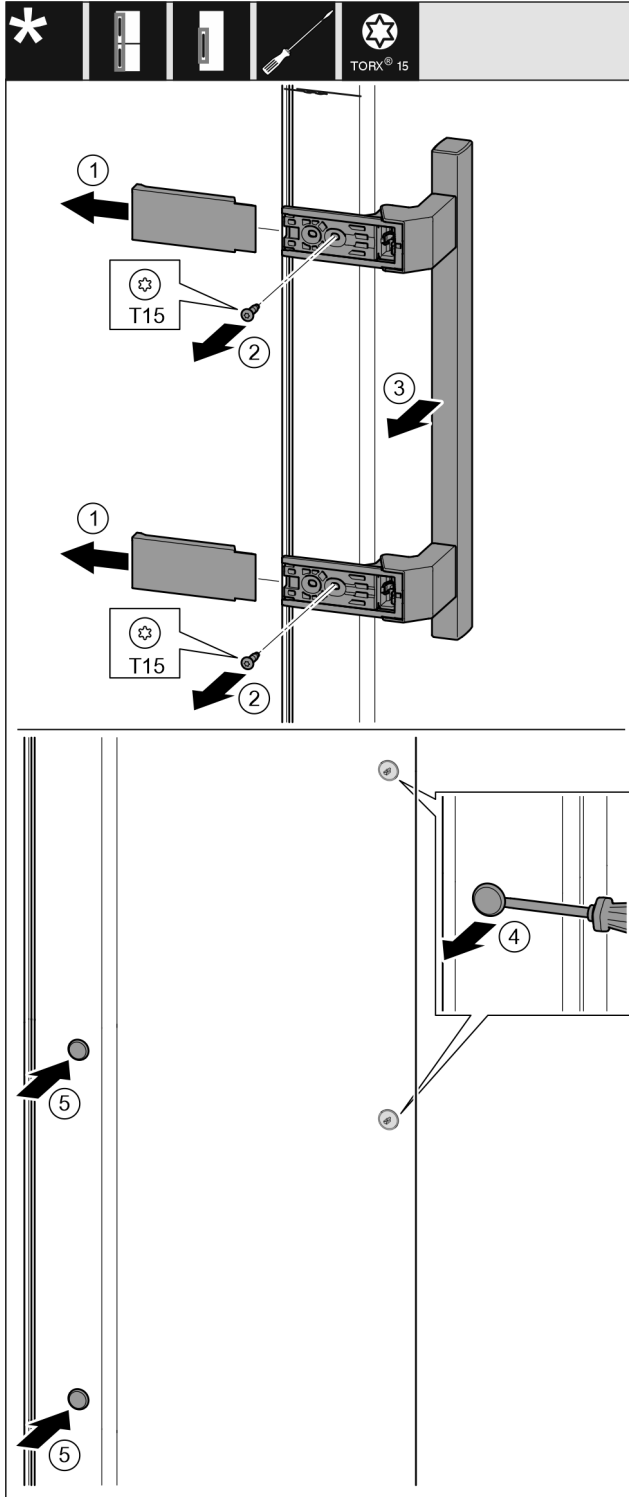

Fig. 19
- Kapağı çekerek çıkarın. Fig. 19 (1)
- Cıvataları Torx 15 tornavida ile çıkarın. Fig. 19 (2)
- Kolu çıkartın. Fig. 19 (3)
- Yandaki tapaları düz tornavidayla dikkatli bir şekilde yerinden kaldırın ve çekerek çıkarın. Fig. 19 (4)
- Tapaları diğer tarafa tekrar yerleştirin. Fig. 19 (5)